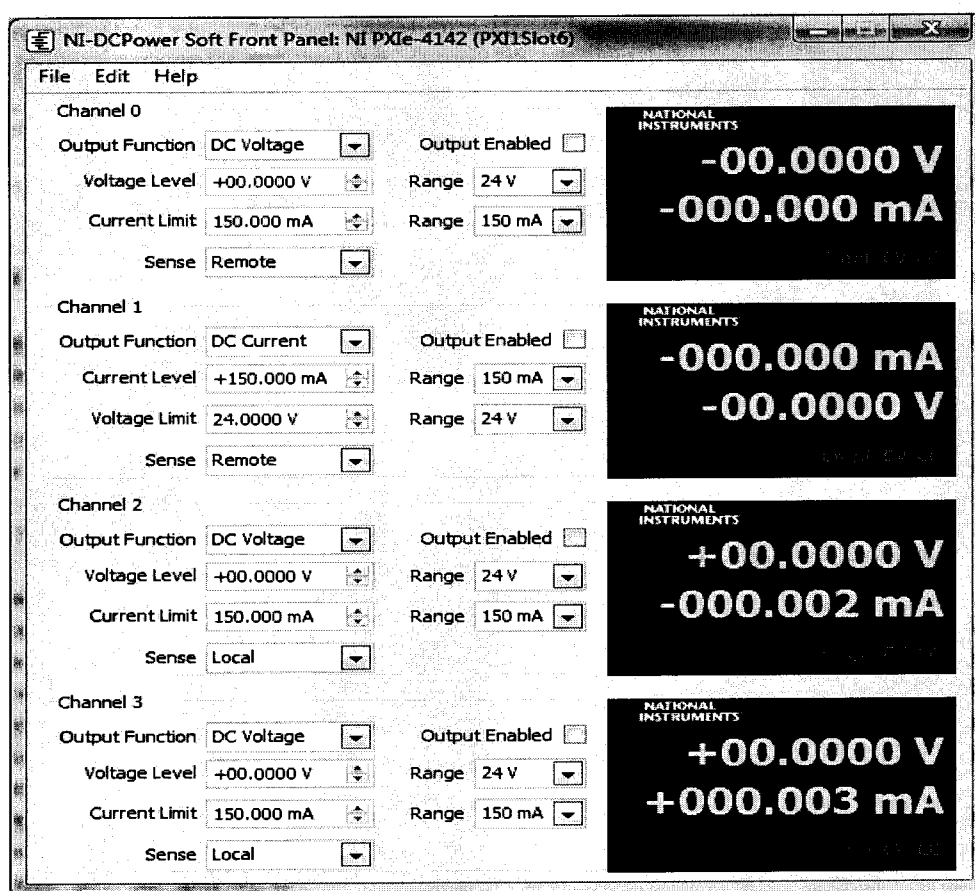

Рис. 6
7.4.7.1.2 Запустить программу управления калибратором NI PXIe-4142.exe, (рисунок 6).
7.4.7.2.2 Запустить программу управления калибратором NI PXIe-4142.exe (рисунок 6).
7.4.7.3.2 Запустить программу управления калибратором NI PXIe-4142.exe (рисунок 6).
7.4.7.4.2 Запустить программу управления калибратором N1 PXIe-4142.exe, (рисунок 6).